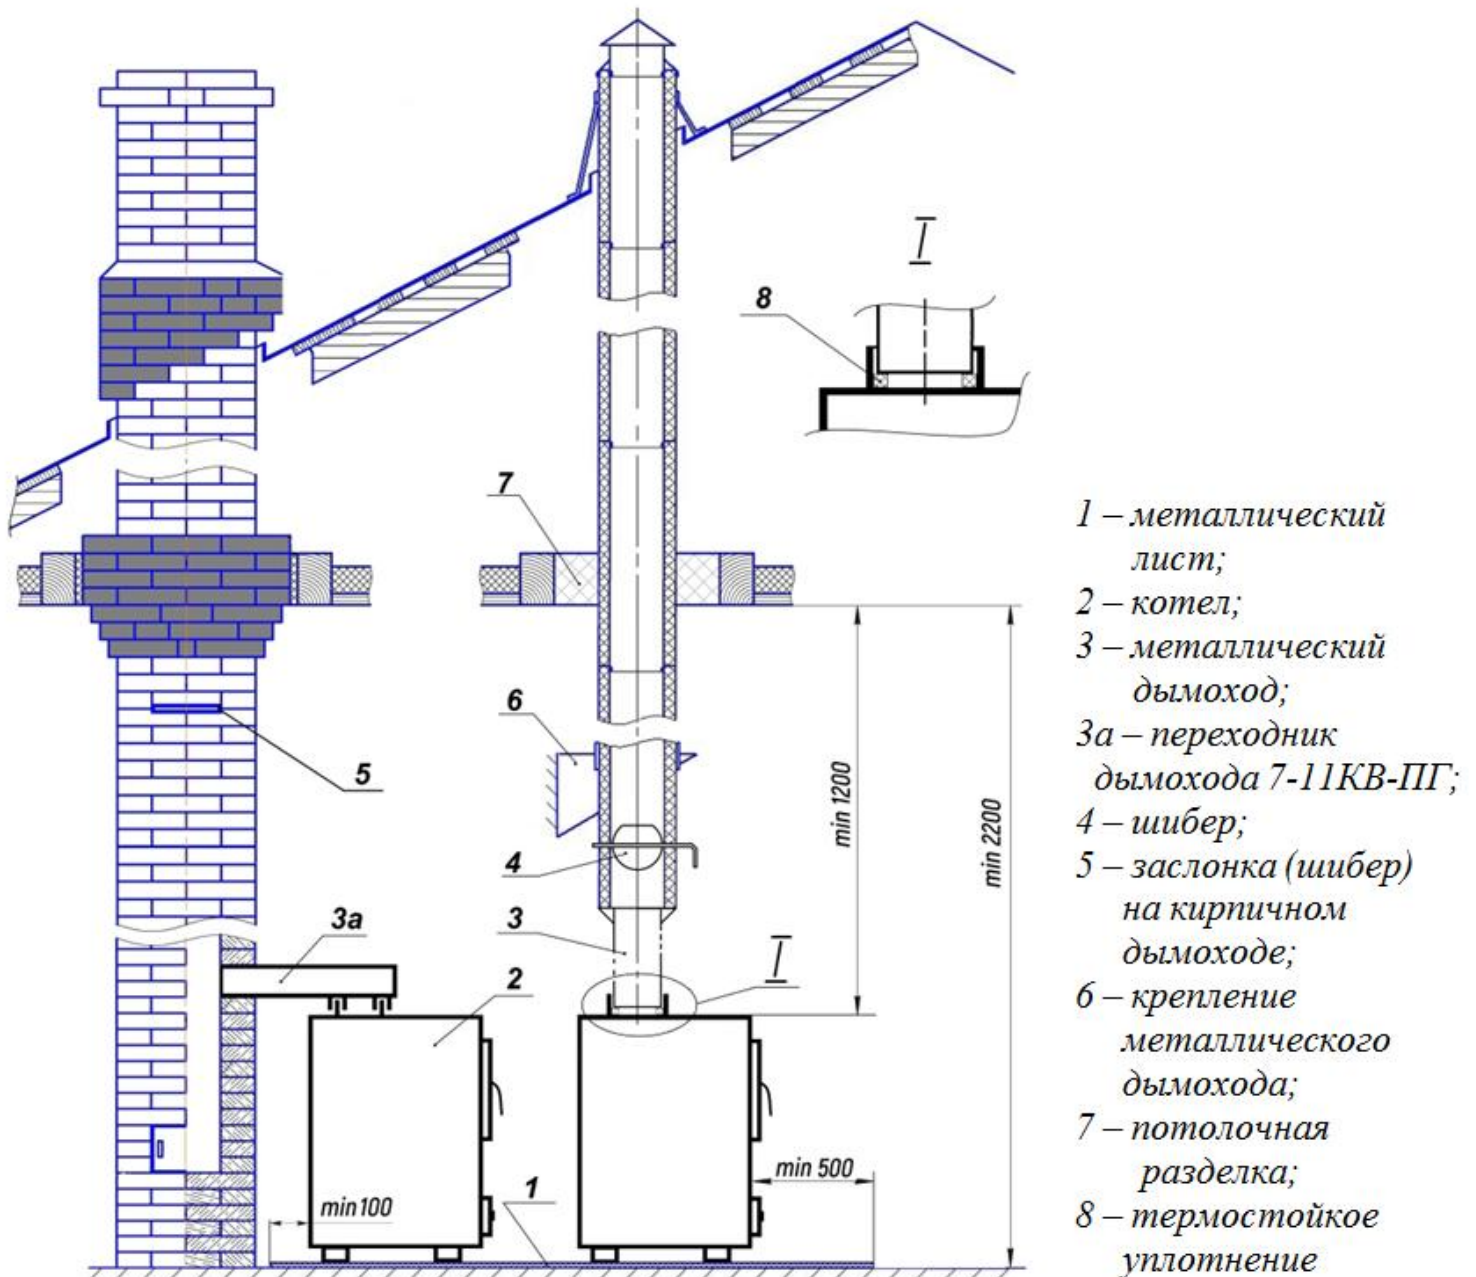

Рисунок 2. Схема монтажа котла и дымовой трубы (подробности см. в Руководстве по выбору, монтажу и эксплуатации котла).
5.4. Патрубок дымохода расположен на варочной плите. Верхнее расположение дымового патрубка предназначено для подключения котла к вертикальной стальной дымовой трубе (см. *рис. 2*).
5.5. Для подключения котла к кирпичной трубе можно использовать переходник 8-11 КВ-ПГ (поз. 7 на *рис. 2*), – см. дополнительную комплектацию на с. 11.